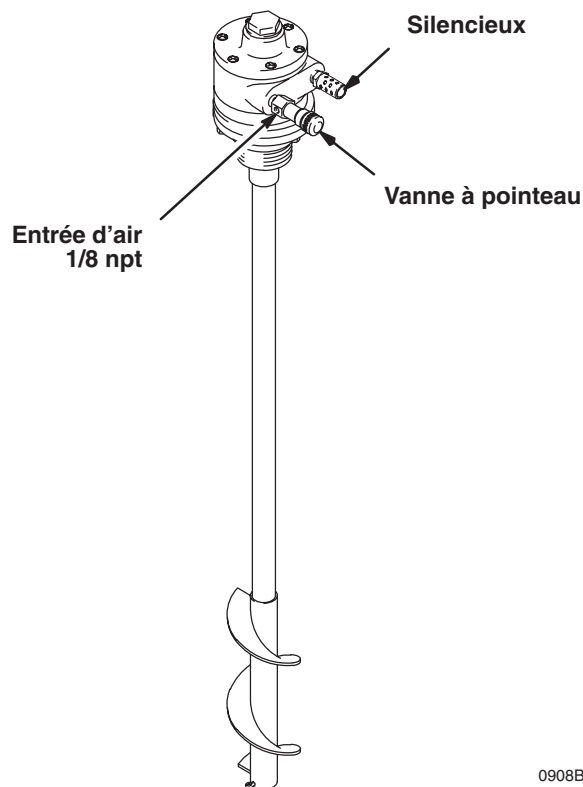

Fig. 1
2. Positionner le moteur pneumatique de façon à ce que la tuyauterie d'air puisse facilement être fixée à l'entrée 1/8 npt de la vanne à pointeau, sans obstruer aucun des composants du système. Voir Fig. 1.
**REMARQUE:** La rotation de l'agitateur peut être inversée en commutant le silencieux et la vanne à pointeau. Se reporter à la Fig. 1.